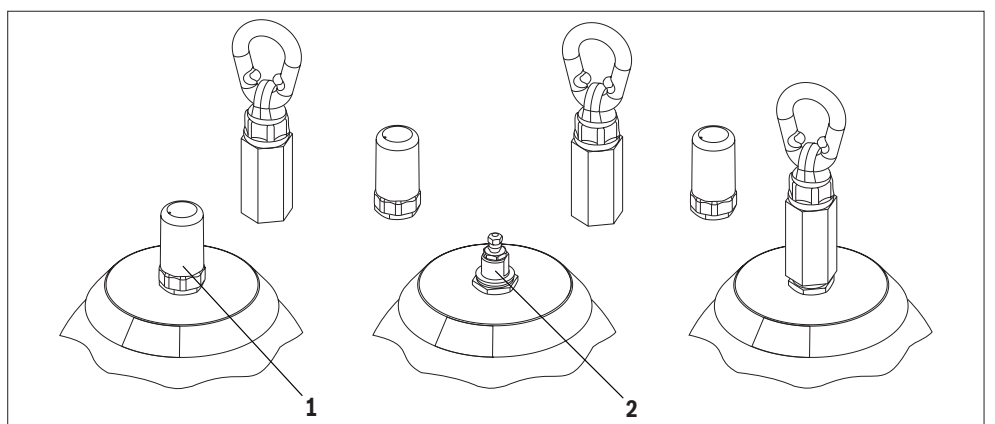

Abb. 6: Anbringen einer Hebevorrichtung
- 1.** Schrauben Sie eine Hebevorrichtung auf das Gewinde 7/8" 14 UNF-1A, siehe Pos. 2 in Abb. 6. Nehmen Sie dazu die Abdeckkappe Gasventil, siehe Pos. 1 in Abb. 6, ab.